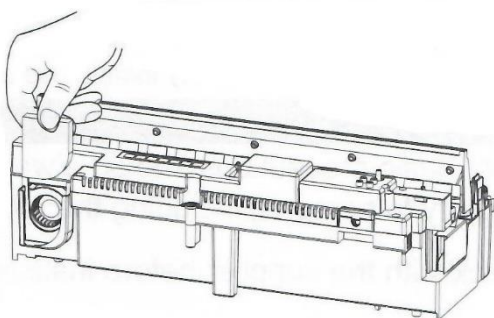

Fig 34
2. Schuif het luchtfilter voorzichtig omhoog uit de plastic houder. (Fig. 34.)